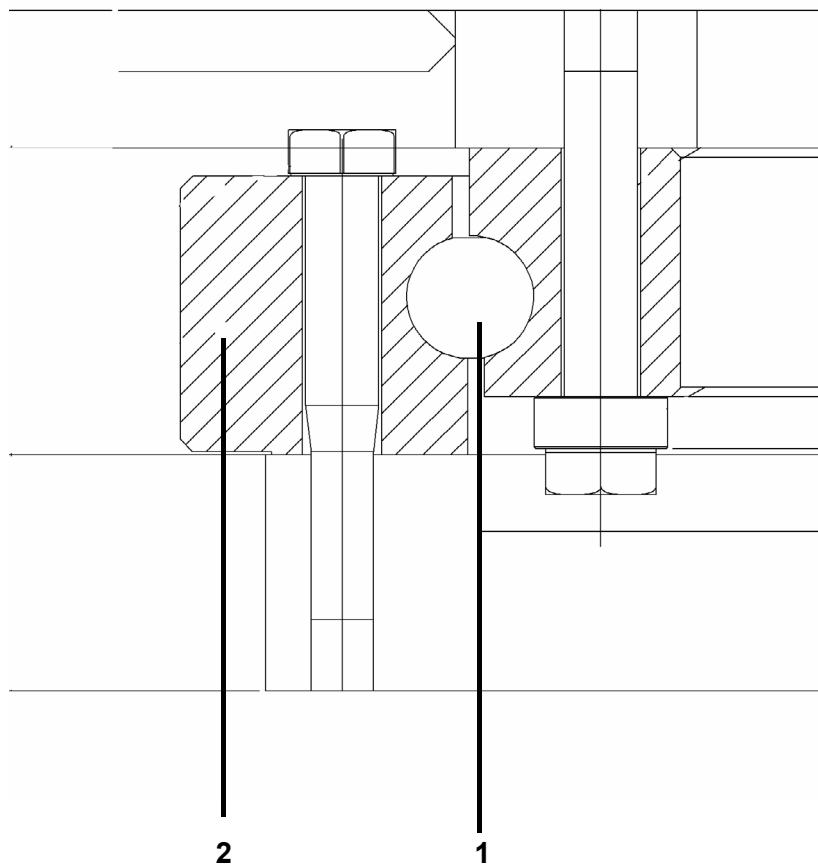

Fig. 242 Componentes da conexão rotativa
- Pista de rolamento (1) na Fig. 242:
- Engrenagem (2) na Fig. 242: